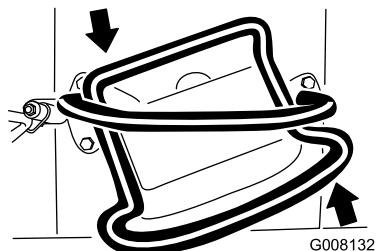

Figura 12
- Para virar para a esquerda, rode o controlo de tração no sentido contrário ao dos ponteiros do relógio (Figura 12).